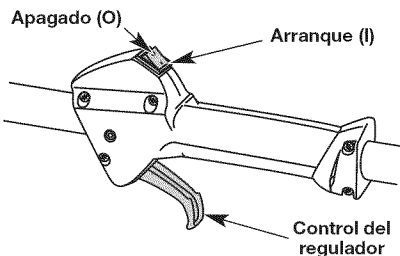

Fig. 9
NOTA: No hay necesidad de arrancar la unidad. El control de Encendido/Apagado está en la posición ENCENDIDO (I) en todo momento (Fig. 9).
2. Coloque el control de encendido y apagado en posición de APAGADO (O) (Fig. 9).